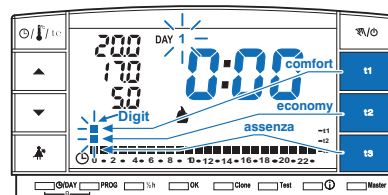

fig. 9
Sul display appariranno lampeggianti i due digit di t1 e t2 riferiti all'ora 0:00 e il numero 1 corrispondente al giorno **Lunedì** (fig. 9)
- La scelta della temperatura e dell'ora (digit lampeggiante) avverrà premendo il corrispondente tasto (t1, t2 e t3) (fig. 9).